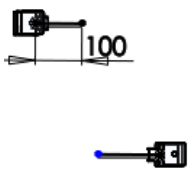

图 11.8.6 添加尺寸
Step9. 添加尺寸。标注从自动步路延伸出来的导管长度值为 100.0，如图 11.8.6 所示。